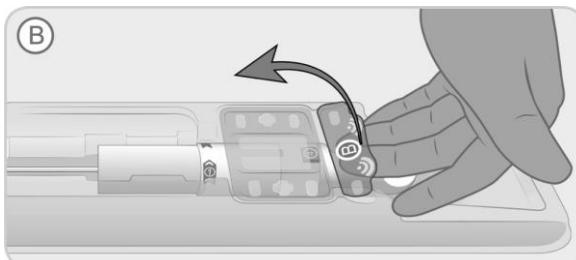

Figura 3. Retire la tapa extraíble de la bandeja.
- B. Quite la tapa pequeña extraíble de la bandeja (marcada con la letra «B» en la bandeja) levantando la pestaña como se muestra en la figura 3 hasta extraerla por completo.